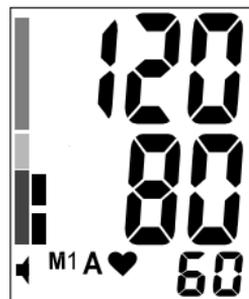

РИС.11
3. Просмотреть содержимое памяти прибора Вы можете, нажав кнопку M1 или M2. При первом нажатии кнопки M1 (или M2) на экране появится среднее значение 3-х последних измерений, сохраненных в память M1 (или M2), обозначенная символом «А» (рис. 11).